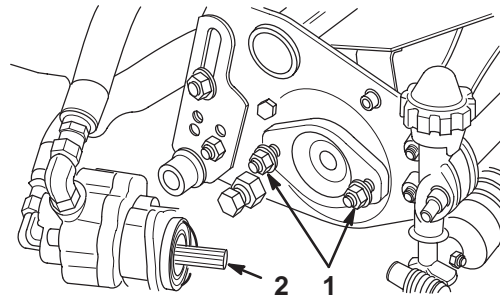

Bild 8
2. Bringen Sie die Befestigungsmuttern der Spindel-antriebsmotoren an jedem Mähwerk an. Lassen Sie ungefähr 13 mm Gewinde an jedem Befestigungsbolzen sichtbar (Bild 8).
4. Entfernen Sie die Schutzkappen von den Mähwerken und den Spindelmotorantriebswellen. Fetten Sie die Keilwelle des Motors mit frischem Fett ein und bringen den Motor durch Drehen im Uhrzeigersinn an, so dass die Motorflansche von den Bolzen entfernt sind. Drehen Sie dann den Motor entgegen dem Uhrzeigersinn, bis die Flansche die Bolzen umhüllen. Ziehen Sie jetzt die Befestigungsmuttern fest (Bild 8).